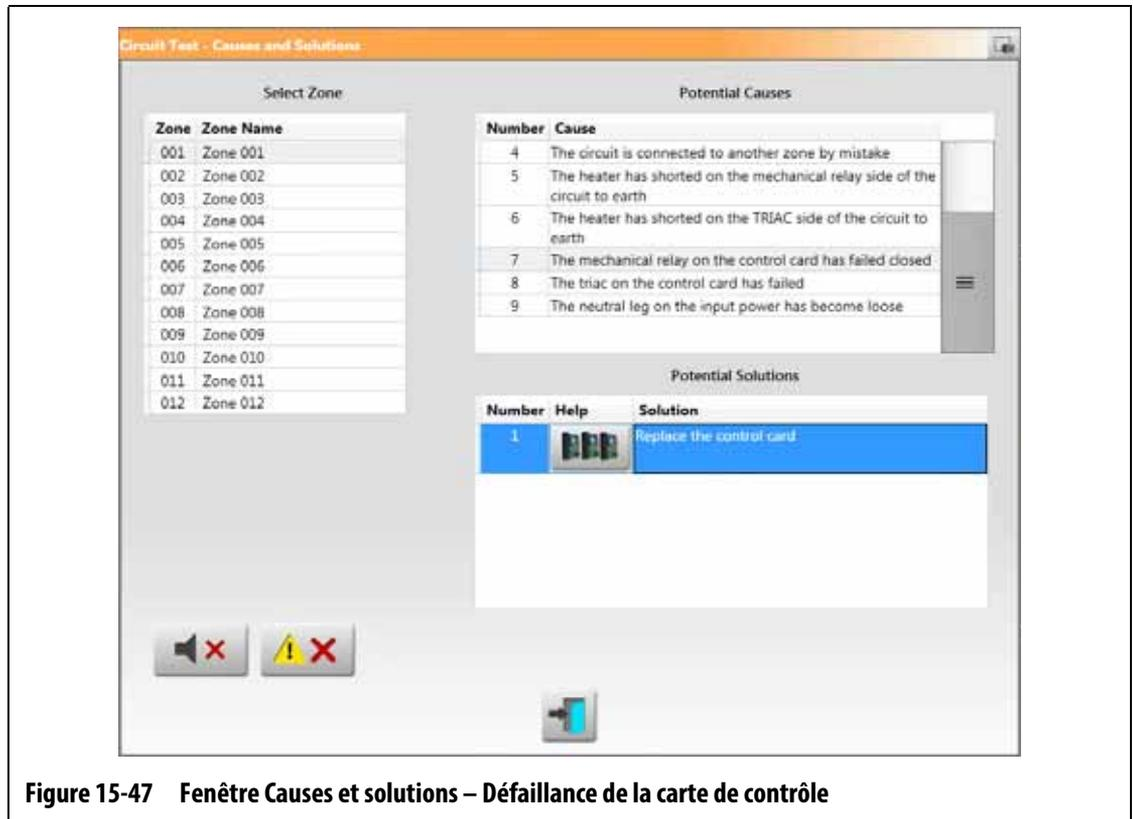

Figure 15-47 Fenêtre Causes et solutions – Défaillance de la carte de contrôle
- Accéder au Schéma de la carte – Appuyez sur ce bouton pour afficher l’écran Schéma de la carte. La carte-mère et la carte de contrôle associées à la zone de problème seront mises en évidence en rouge, comme lorsque vous utilisez l’écran Historique des événements pour visualiser les erreurs. Le bouton Aller au Schéma de la carte s’affiche dans Figure 15-47. Veuillez-vous reporter à Section 15.2 pour obtenir des informations sur l’écran Schéma de la carte.
Les défaillances liées à la carte de contrôle intelligente (ICC) affichent le bouton Accéder au schéma de la carte sous la colonne Aide du champ Solutions possibles. Veuillez-vous reporter à Figure 15-47. Appuyez sur ce bouton pour afficher l'écran Schéma de la carte, qui vous aidera à trouver la carte de contrôle intelligente à la source de la défaillance. Veuillez-vous reporter à Section 15.2 pour obtenir des informations sur l'écran de schéma de la carte.